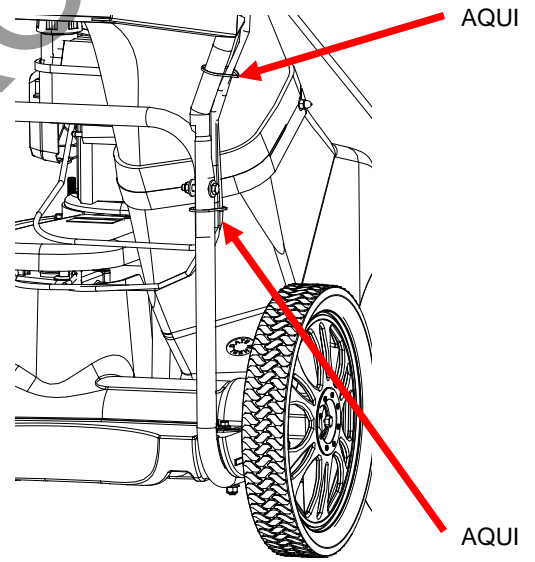

Figura 6
9. Instale as abraçadeiras de plástico nos cabos. (Consulte a *Figura. 6* na próxima página)